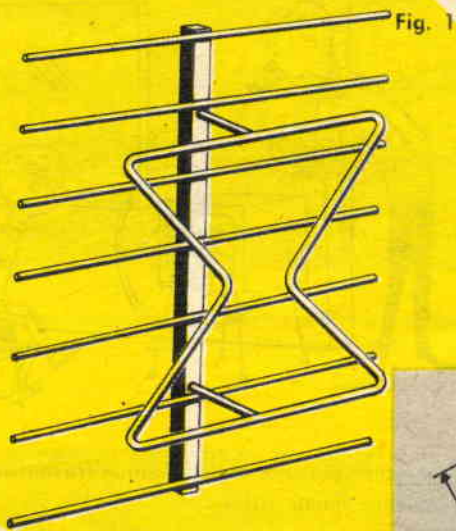

Fig. 1
**Fig. 1 - L'antenna a doppio delta è in grado di eliminare tutti i segnali riflessi che possono giungere ad essa di lato o posteriormente; è caratterizzata inoltre da un elevato guadagno e da una larga banda.**